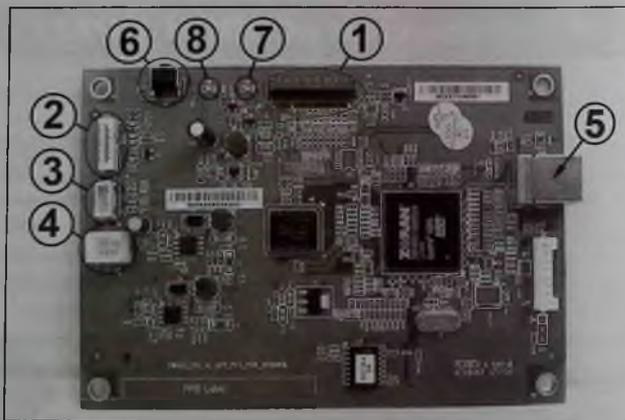

Рис. 1
- SJ9, шлейф светодиодной линейки блока ксерографии (1 на рис. 1);
- SJ8, шлейф платы коммутации (2);
- SJ911, жгут платы коммутации (3);
- SJ1, жгут платы источников питания (4);
- SJ13, кабель интерфейса USB 2.0 (5) для подключения принтера к системному блоку.